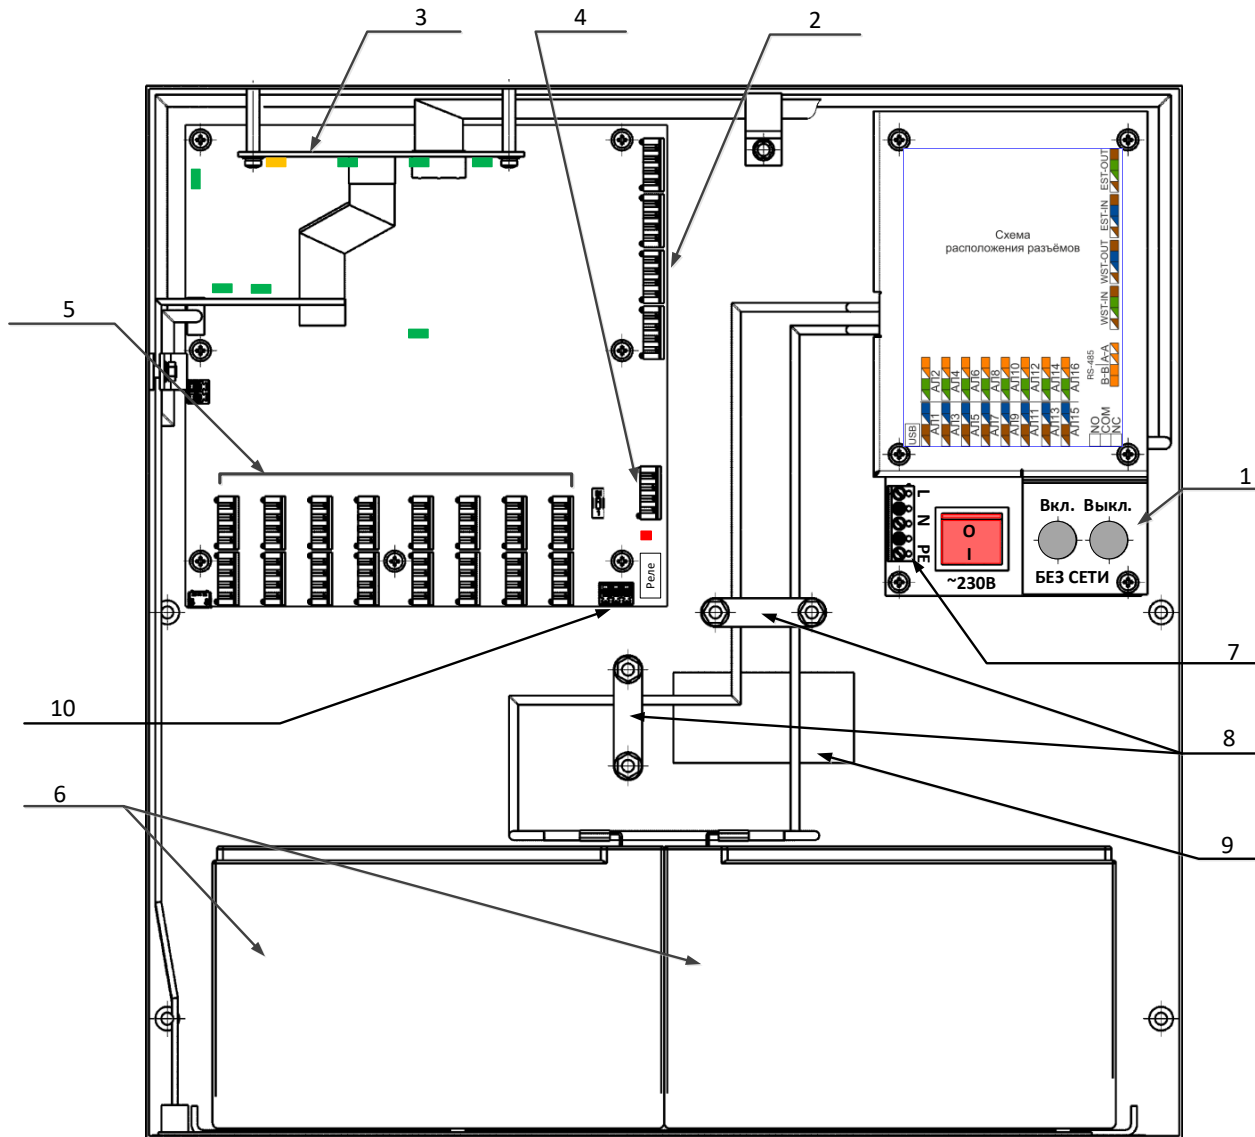
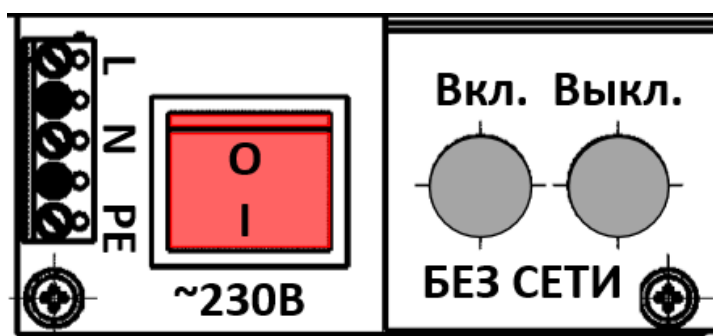

Рис. 2
Рис. 6
(рис. 2).
6. Подключить электропитание от сети 230 В/50 Гц к колодке (рис. 2, поз. 7).
На модуле установлено реле и выведены сигналы на клеммы ХР6 (рис. 2, поз. 11). Реле срабатывает при возникновении любой неисправности блока на линии СЛ или АЛ. К клеммам может быть подключено внешнее световое табло или звуковой излучатель для оповещения о неисправности.
Блок БС оснащен источником бесперебойного электропитания (ИБП), который обеспечивает работу от первичной сети, а в случае пропадания первичной сети происходит автоматический переход на работу от двух аккумуляторных батарей (АКБ) *. ИБП обеспечивает контроль заряда, температуры и наличие подключения АКБ. Включение и выключение БС выполняется с панели управления электропитания (рис. 2, поз. 1).
При наличии сети 230 В включить выключатель «230 В». Блок БС включиться, будет выполнено подключение и проверка аккумуляторов (см. рис. 6). При пропадании в процессе работы сети 230 В ИБП автоматически перейдет на работу от АКБ. При переходе на резерв БС отправит сообщение о пропадании 230 В и переходе на работу от АКБ.
Включение от АКБ выполняется кнопкой «ВКЛ», расположенной в блоке кнопок «БЕЗ СЕТИ» (см. рис. 6). Для включения необходимо нажать кнопку и удерживать, пока не начнет светиться индикатор «АКБ» на панели индикации (поз. 3, рис. 2). Блок БС включится, но выдаст сообщение на ПД, что на входе блока отсутствует сеть 230 В. При критическом разряде АКБ блок БС отправит сообщение о низком напряжении на АКБ и индикатор «АКБ» будет мигать.